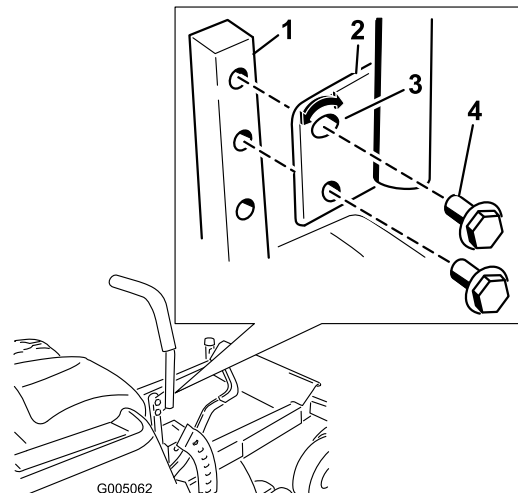

Figura 21
1. Retire los 2 pernos que fijan la palanca de control al brazo de la palanca (Figura 21).
2. Mueva la palanca al juego de taladros siguiente. Fije la palanca con los 2 pernos (Figura 21).
2. Afloje el perno inferior lo suficiente para poder desplazar hacia adelante o hacia atrás la palanca de control (Figura 21). Apriete ambos pernos para fijar el control en la posición nueva.